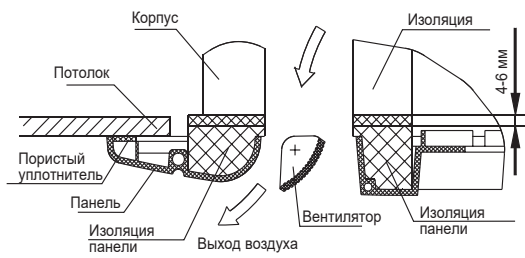

Рис. 2.9
- Затягивайте крепежи до тех пор, пока толщина пористого уплотнителя, расположенного между корпусом блока и панелью не уменьшится до 4-6 мм. Край панели при этом должен плотно соприкоснуться с потолочной конструкцией (Рис.2.9).